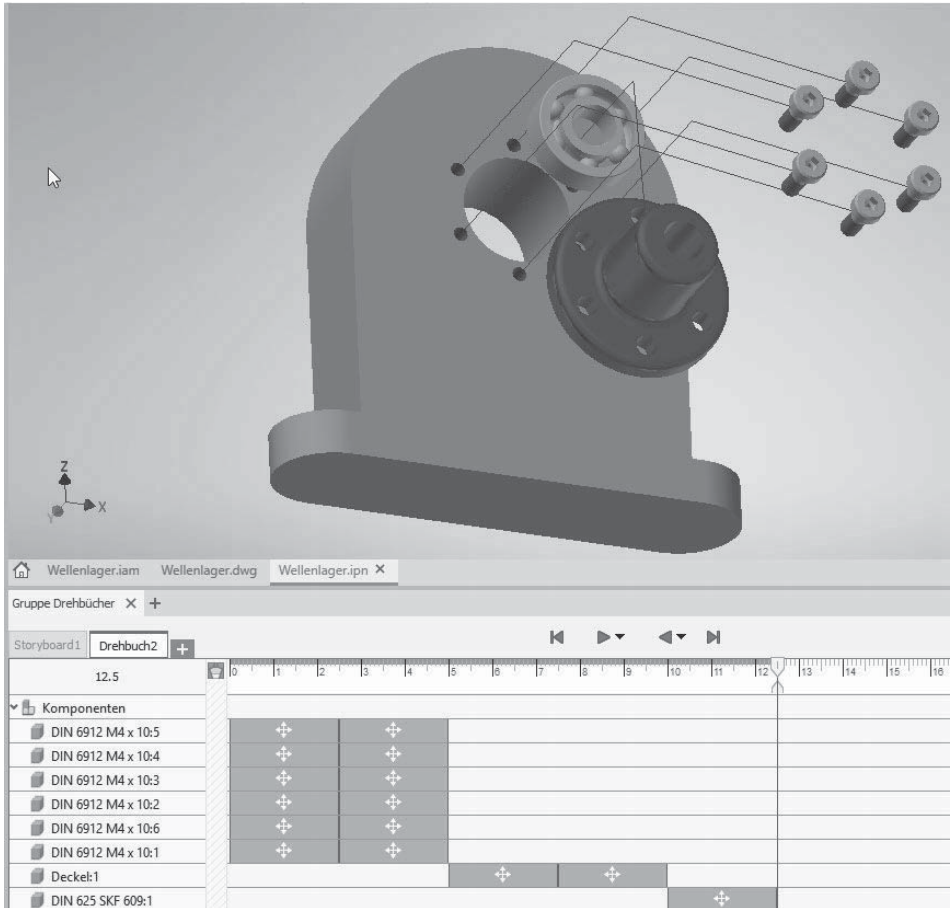
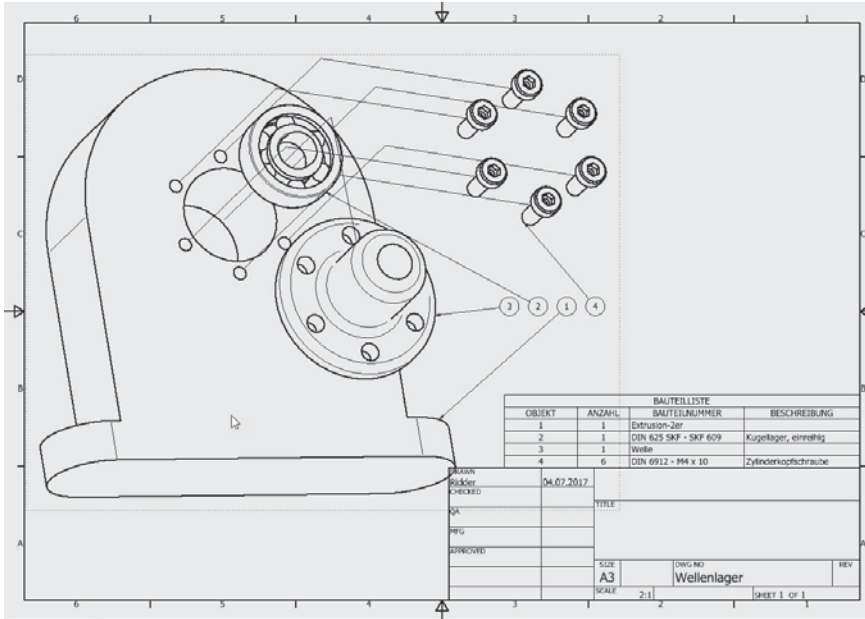

Abb. 1.5: Präsentation mit Animationspfaden und Drehbuch (unten)
Abb. 1.6: Zeichnung der Explosionsansicht mit Positionsnummern und Stückliste
- Die Explosionsdarstellung entsteht in einer *.ipn-Datei. Die Endung steht für »Inventor-PreseNtatioN«, kurz IPN (Abbildung 1.5). Auch aus einer Präsentation kann eine Zeichnung erstellt werden (Abbildung 1.6).